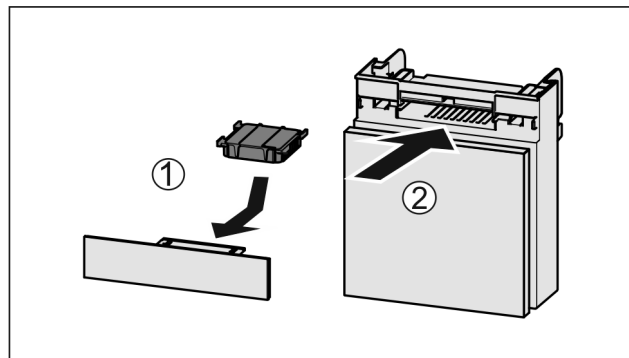

Fig. 135
- Inserire il vano Fig. 135 (2).